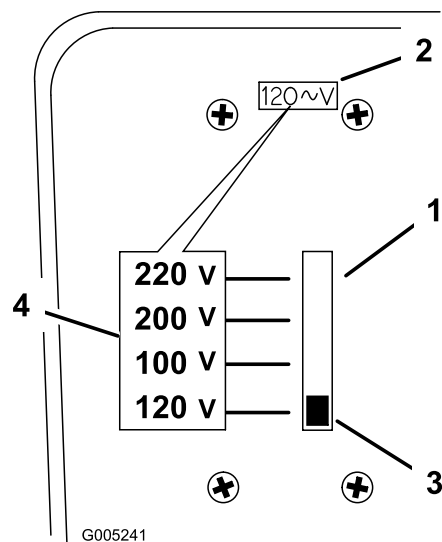

Рисунок 7
1. Найдите переключатель напряжения в задней части зарядного устройства (Рисунок 7).
2. Измените настройку напряжения, передвинув переключатель напряжения вверх или вниз (Рисунок 7).